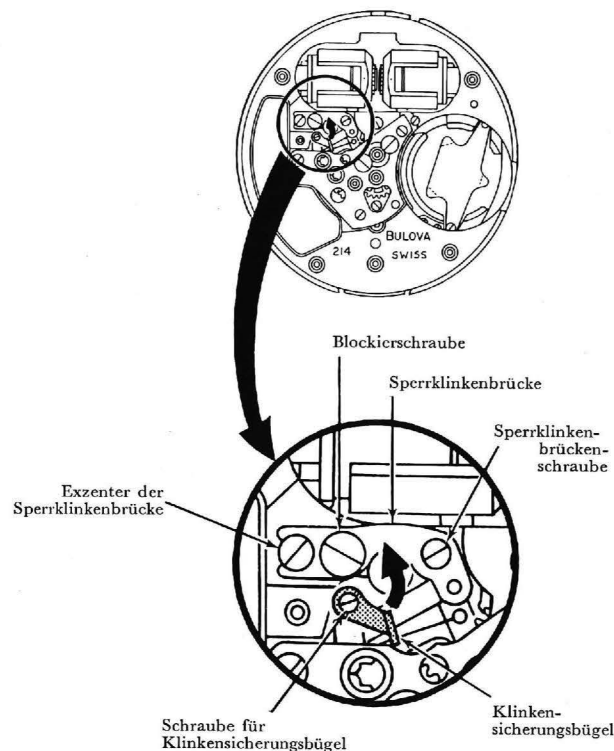

Abb. 20
1. Schraube für Klinkensicherungsbügel lösen und Klinkensicherungsbügel vom Klinkenrad wegdrehen und wieder blockieren (nicht herausnehmen). Es ist darauf zu achten, daß Antriebs- und Sperrklinke, die durch den Bügel hindurchführen, nicht beschädigt werden (Abb. 20).
3. Man lege das Werk unter das Mikroskop und stelle fest, ob die Sperrklinke mit dem Klinkenrad im Eingriff ist. (Die Sperrklinke muß in das Rad eingreifen, damit das Rad still steht, wenn gemäß (4) der Eingriff der Antriebsklinke geprüft wird. Wenn die Sperrklinke nicht mit dem Klinkenrad in Eingriff ist, drehe man den Exzenter der Sperrklinkenbrücke, bis die Sperrklinke mit dem Rad in Eingriff kommt.